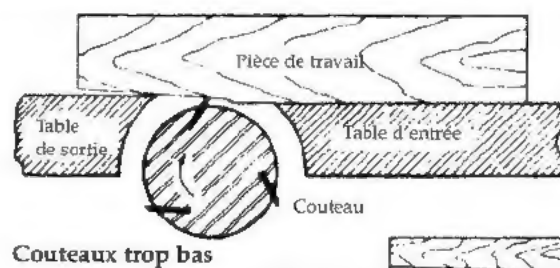

FIGURE 27
8. Si les couteaux sont ajustés trop bas, le résultat sera tel qu'illustré à la Fig. 27, et la surface finale de la pièce de travail sera courbée.